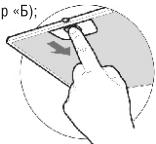

рис. 4
- перед установкой вытяжки снимите алюминиевый фильтр, для этого нажмите на пружинный замок на фильтре и потяните фильтр вниз и на себя(рис. 4);
8.3 Для очистки алюминиевого фильтра извлеките его из вытяжки (рис.4). Произведите очистку фильтра с помощью щетки горячим водным раствором нейтрального моющего средства вручную или в посудомоечной машине (при 60°C). Сильно загрязненный фильтр не следует мыть в посудомоечной машине вместе с посудой. Страйтесь не сгибать фильтр при мойке. Возможное изменение цвета фильтра, с течением времени, не приводит к снижению эффективности его действия.